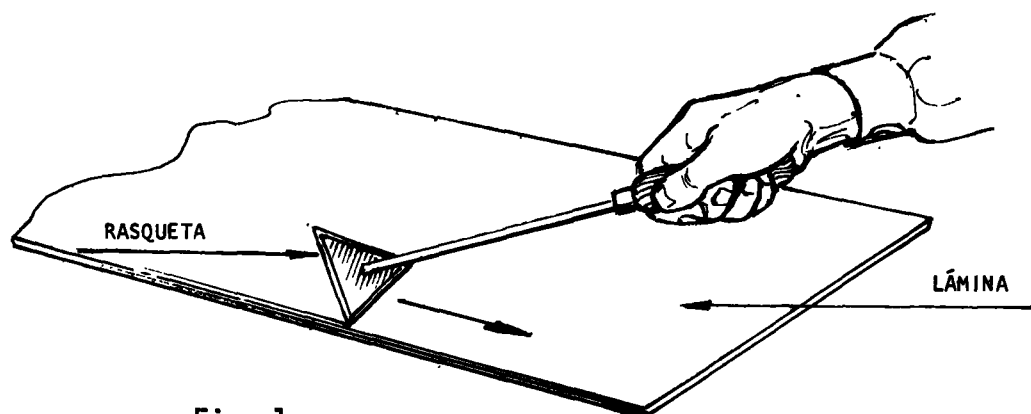

Fig. 1
- b Límpielos utilizando una rasqueta o tela de esmeril, decapando la superficie hasta dejarla bien limpia (fig. 1).